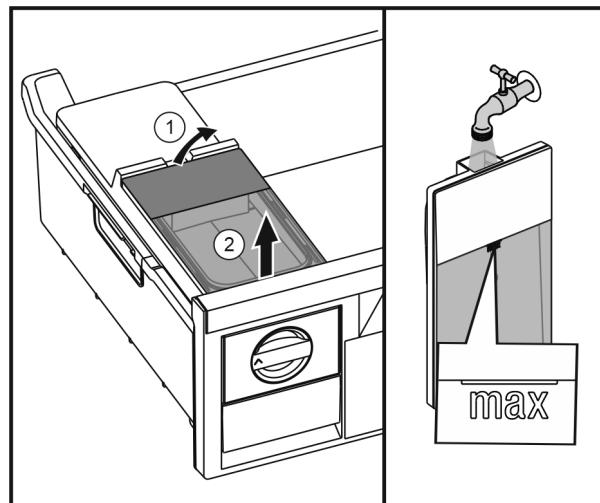

Fig. 32
- Vzdehněte vzadu nádržku na vodu Fig. 32 (1) a poté ji vyjměte směrem nahoru Fig. 32 (2).